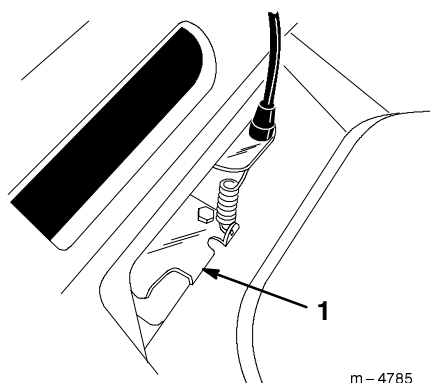

Figure 30
4. Pousser le guide-courroie vers le bas jusqu'à ce qu'il touche la tondeuse, et le maintenir dans cette position (Fig. 30).